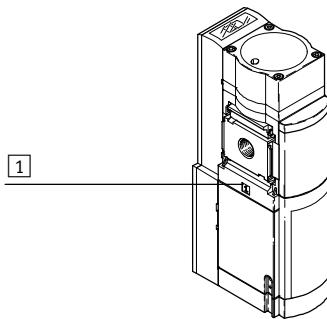

Fig. 15 Flödesriktning
- Beakta flödesriktningen från 1 till 2. Siffrorna **[1]** och **[2]** på produkthuset fungerar som hjälpmittel för orientering (➔ Fig. 15).